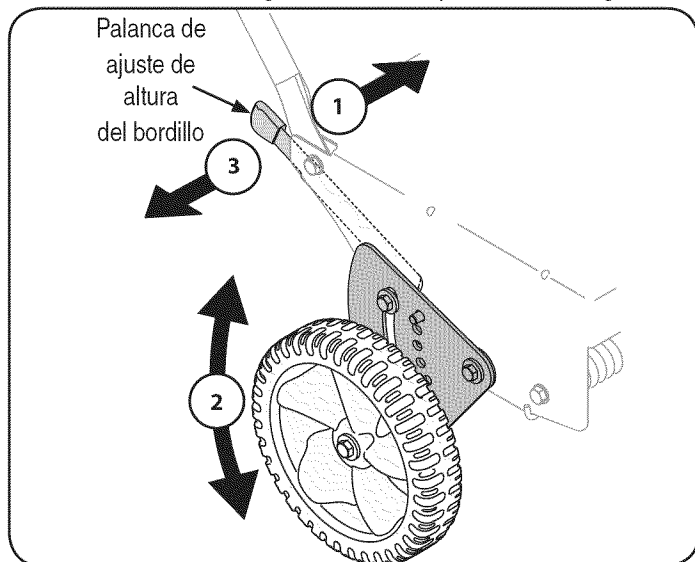

Figura 6
1. Baje la rueda posterior derecha moviendo la palanca de ajuste de la altura del bordillo ligeramente a la izquierda. Vea la Figura 6.
2. Gire la rueda posterior derecha a una posición aplicable en relación a la curva de la altura del bordillo a recortar. Vea la Figura 6.
3. Suelte la palanca de ajuste de la altura del bordillo para trabar la rueda en esa posición. Vea la Figura 6.